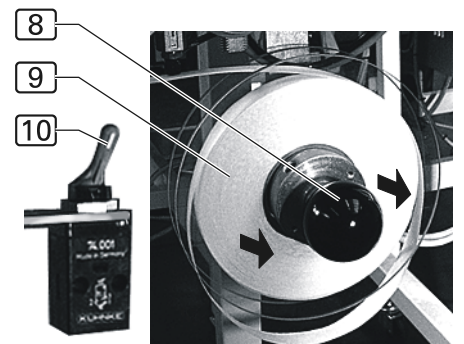

Abb. 15
**Abb. 15:** Das Klebeband wird von der Trommel abgerollt. An der Führung wird das Klebeband vom Trägerpapier getrennt und über den Unterstempel 1 der Heizpresse geschoben. Klebeband einlegen: